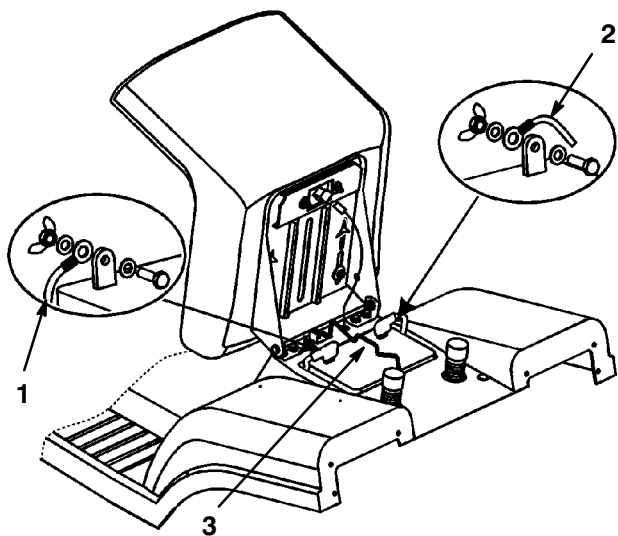

Abbildung 23
- Die Gummiabdeckung vom negativen (schwarzen) Kabel herunterheben. Das negative (schwarze) Massekabel von der Batterieklemme lösen (Abb. 23).
- Die Gummiabdeckung vom positiven (roten) Kabel herunterheben. Das positive (rote) Kabel von der Batterieklemme lösen (Abb. 23).
- Die Batteriehalterstange entfernen (Abb. 23).
1. Die Batterie so in das Chassis setzen, dass die Batterieklemmen zur Vorderseite des Traktors zeigen (Abb. 23).
2. Die Batterie mit der Haltestange im Chassis befestigen (Abb. 23).
3. Das positive (rote) Kabel mit Schraube und Flügelmutter an der positiven (+) Batterieklemme anschließen (Abb. 23). Die Gummiabdeckung über die Batterieklemme schieben.
4. Das negative (schwarze) Kabel mit Schraube und Flügelmutter an der negativen (-) Batterieklemme anschließen (Abb. 23). Die Gummiabdeckung über die Batterieklemme schieben.